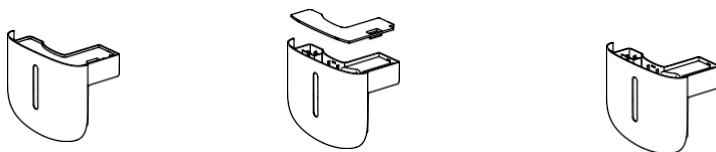

Fig. 8
4. Rengjør vanntanken med noen ukers mellomrom. Ta den ut av apparatet og fjern den øverste klaffen fra tanken (fig. 8). Fyll innsiden av tanken med vann og vaskemiddel og vask den. Skyll og tørk etter vask. Vask også klaffen (8) i vann med vaskemiddel.